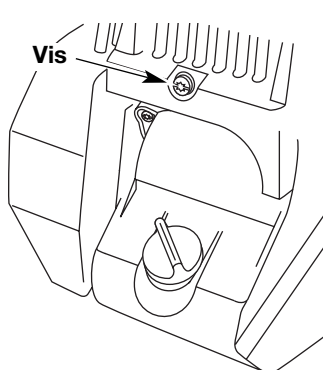

Fig. 35
3. Enlevez la vis derrière le couvercle du moteur (Fig. 35).
6. Déposez le couvercle du moteur (Fig. 35).